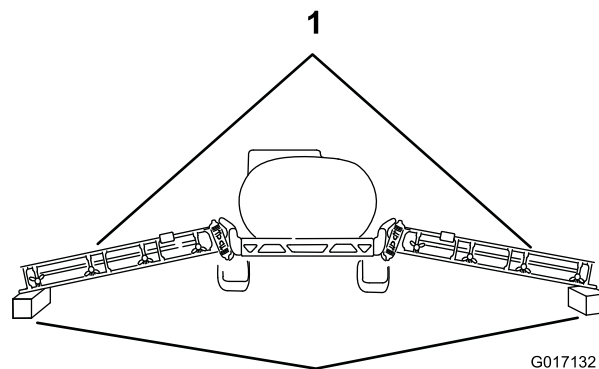

Bild 5
3. Senken Sie die Ausleger vorsichtig auf die Holzblöcke ab (Höhe ca. 10 cm (4")) (Bild 5).